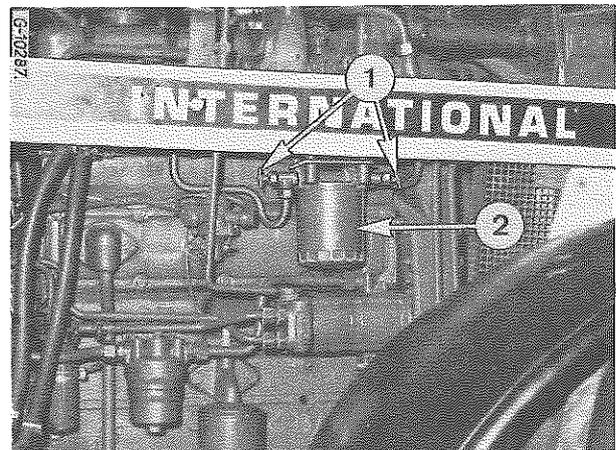

Figure 77
Changez le filtre conditionneur d'eau (2) Fig. 77 après les 100 premières heures d'utilisation puis après les 300 heures
Fermez les 2 robinets (1) Fig. 77 et dévissez le filtre de la tête. Jetez l'ancien filtre.